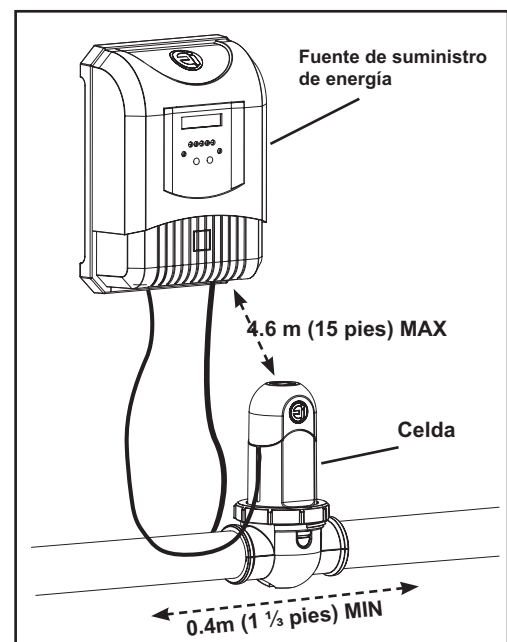

Figura 3. Requisitos de Instalación
- La celda debe estar instalado en un 0,4 m (1 ½ pies), longitud horizontal de la tubería después de los calentadores, bombas y filtros, como la última pieza del equipo en el sistema de cañerías de circulación poco antes de la piscina (véase la Figura 3).
- La celda debe estar instalado no más de 4,6 m (15 pies) de la unidad de alimentación (véase la Figura 3).